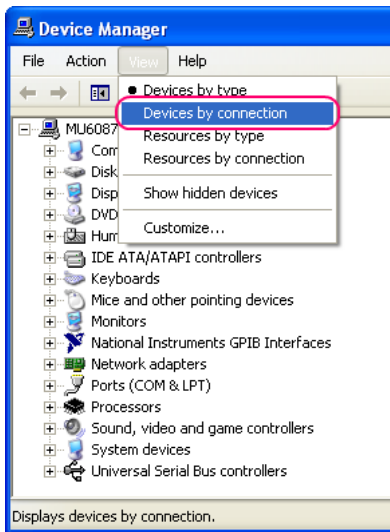

Bild 1-8 Umstellen der Darstellung im Device Manager
2. Starten Sie den Device Manager und stellen Sie die Darstellung um, indem Sie **View - Devices by connection** wählen (Bild 1-8).